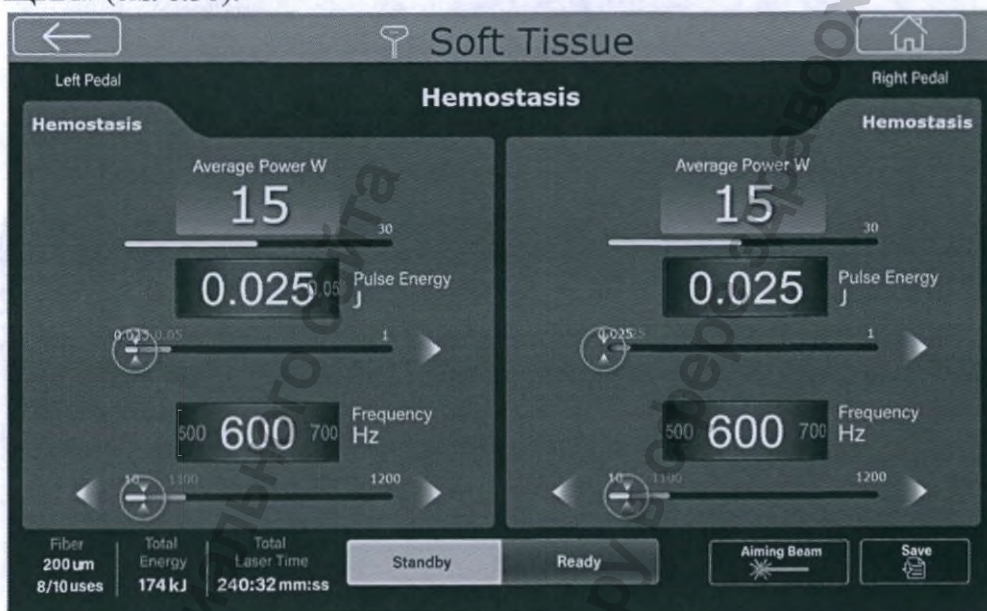

Рис. 21. Экран установки параметров лазерного излучения процедуры «ГЕМОСТАЗ»
Нажмите кнопку «ЛИТОТРИПСИЯ» для перехода с домашнего экрана на экран настроек процедуры «ЛИТОТРИПСИЯ». Далее выберите локализацию камня: «ПОЧКА» (1), «УРЕТРА» (2), «МОЧЕВОЙ ПУЗЫРЬ» (3) (Рис. 21а). Затем выберите один из трех режимов процедуры: «ФРАГМЕНТАЦИЯ» и «РАСПЫЛЕНИЕ» (1), «ПОПКОРНИНГ» и «РАСПЫЛЕНИЕ» (2), «ФРАГМЕНТАЦИЯ» и «ПОПКОРНИНГ» (3) (Рис. 21б).
Рис. 21а Экран настроек процедуры «ЛИТОТРИПСИЯ»
Рис. 21б Экран настроек процедуры «ЛИТОТРИПСИЯ»
После выбора процедурного режима программа определяет тип инструмента (4) и диаметр волоконного инструмента (5), подключенного к лазерному аппарату (Рис. 21в).
Также после выбора процедурного режима становится доступным переход непосредственно на экран настроек лазерного излучения нажатием кнопки «ДАЛЕЕ» (6) (Рис. 21в). Дальнейшая настройка параметров камня нацелена на более точное программное определение оптимального процедурного режима и не является обязательной.
Выберите соответствующий размер камня: «МАЛЫЙ» (с диаметром менее 10 мм) (1), «СРЕДНИЙ» (с диаметром более 10 мм и менее 15 мм) (2), «БОЛЬШОЙ» (с диаметром более 15 мм) (3) (Рис. 21в).
Рис. 21в Экран настроек процедуры «ЛИТОТРИПСИЯ»
Далее выберите соответствующий диапазон плотности камня по Хаунсфилду: «МЯГКИЙ» (плотность менее 600 HU), «СРЕДНИЙ» (плотность более 600 HU и менее 1000 HU) или «ТВЕРДЫЙ» (плотность более 1000 HU) (Рис. 21г)
Рис. 21г Экран настроек процедуры «ЛИТОТРИПСИЯ»
Рис. 21д Экран настроек процедуры «ЛИТОТРИПСИЯ»